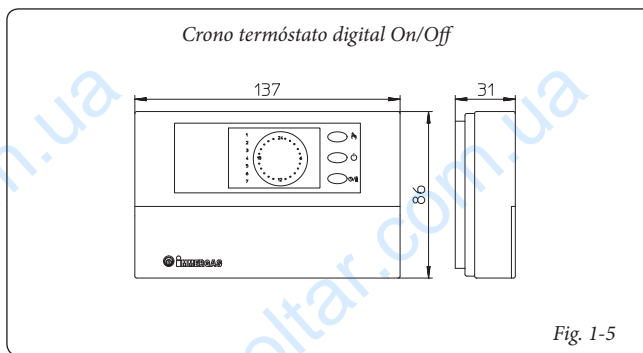

Fig. 1-5
• Crono termóstato digital On/Off (Fig. 1-5). O crono termóstato permite: